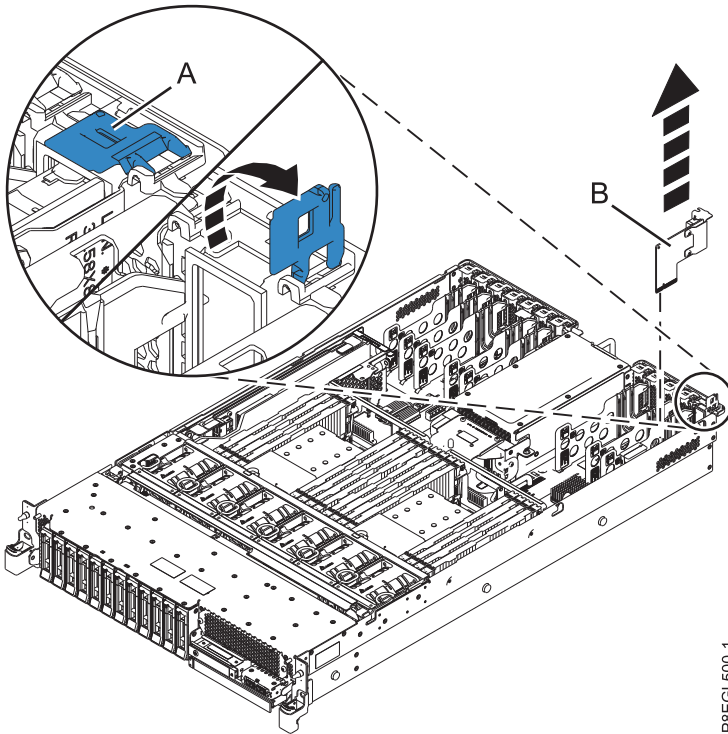

Figura 1. Remover a placa de E/S do sistema de um sistema montado em bastidor
2. Rode a alavanca de bloqueio **(A)** na direcção demonstrada em Figura 1 na página 5 para soltar a placa de E/S do sistema **(B)** da ranhura no volume posterior do sistema.